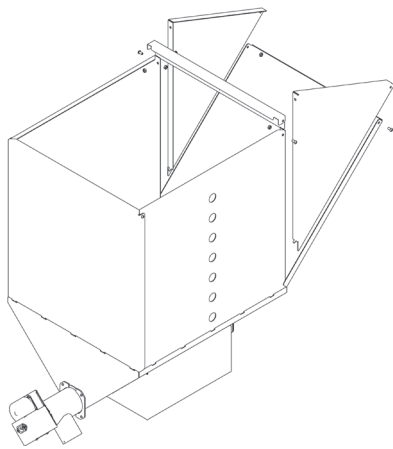

Рис. 23
4. Собранный конструкцию закрепите с помощью поперечных стяжек как указано на (Рис.23). **Внимание! Отгиб  $45^\circ$  на стяжке должен располагаться наружу.**